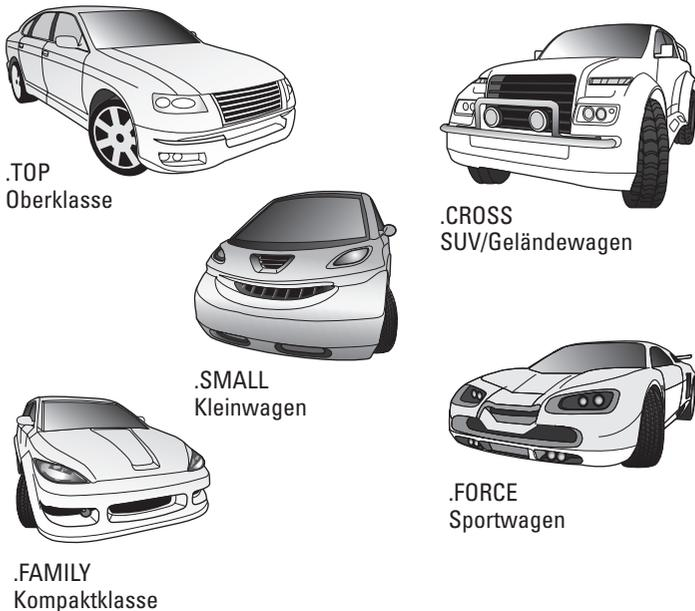

Abbildung 5.1: Die Modellpalette von UMG
- ✓ **Produktportfolio optimieren und erweitern.** UMG will als Marktführer wettbewerbsfähig bleiben, also werden neue Modelle eingeführt, darunter ein Crossover, ein umweltfreundlicher Hybrid und ein neuer kleiner Sportwagen. Zusätzlich soll die Modellpalette der Kompaktautos und Limousinen modernisiert werden (siehe Abbildung 5.1).